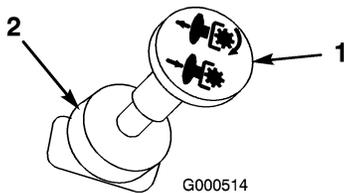

Figura 7
2. Disinnestate la presa di forza (posizione Off) (Figura 7).
2. Disinnestate il comando della PDF (Off) (Figura 7).